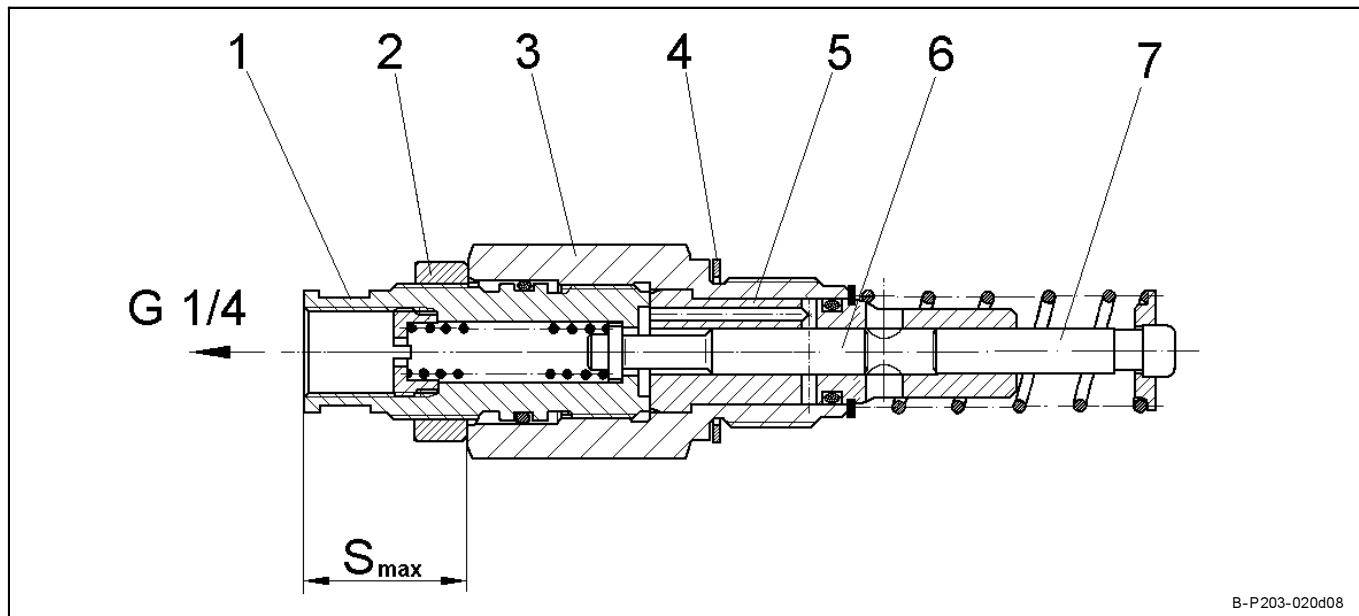

Fig. 4-2 Coupe d'un élément de pompe à débit réglable
- Les éléments de pompe sont réglés en usine sur le débit maximal, la cote de réglage "S" devant être de 29 ± 0,1 mm (voir fig. 4-2).
- Desserrer le contre-écrou 2 (fig. 4-2).
- Fixer le corps 3 de l'élément de pompe (Fig. 4-2) et desserrer le contre-écrou 2.